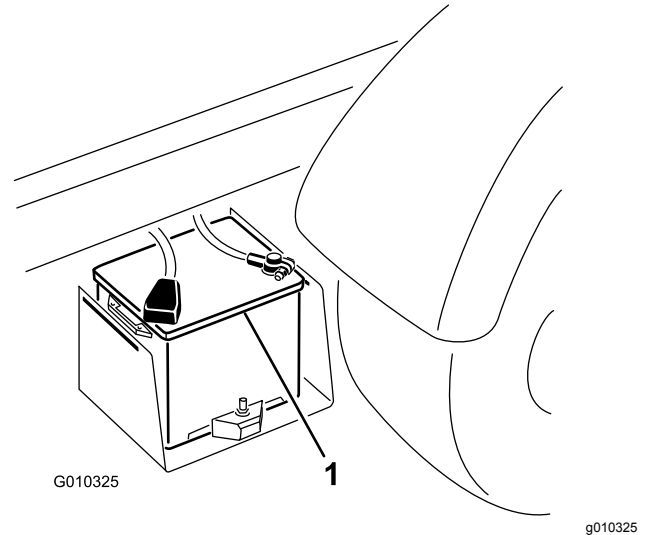

Figura 60
2. Collegate un cavetto portatile tra i poli positivi delle due batterie (Figura 60).